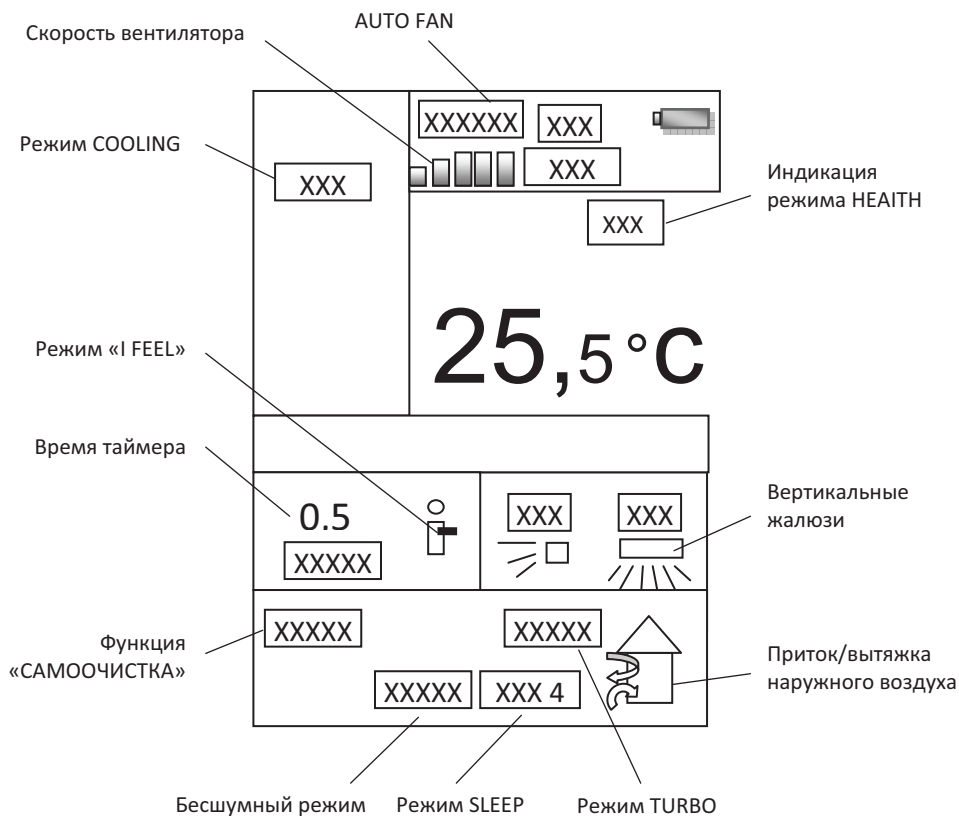

Рис. 5.5
- При выборе режима на ЖК-дисплее высветится символ в зоне индикации согласно рис. 5.5.